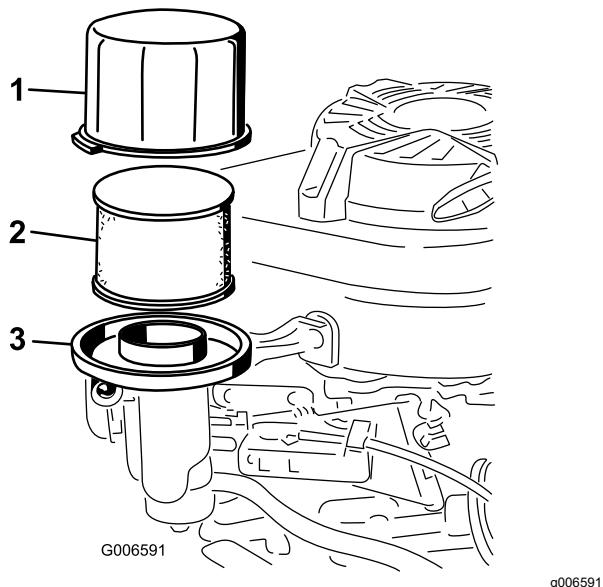

Bild 25
- Entfernen Sie die Abdeckung und reinigen Sie sie gründlich (Bild 25).
- Nehmen Sie den Schaumvorfilter aus dem Papierfilter (Bild 25) und tauschen ihn aus, wenn er zu stark verschmutzt ist.